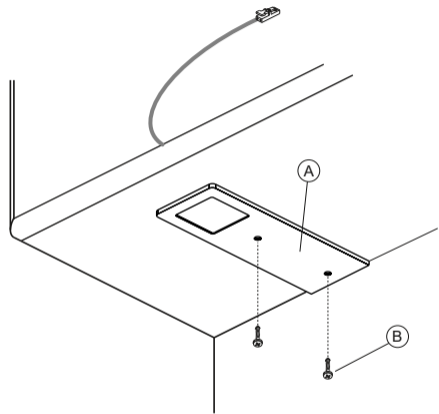

Fig 1
- Fix the screws (B) supplied in the holes of the unit (A) as indicated in Fig. 1,2.
- Connect the spotlights to the adaptor and using the extensions provided in the pack (D) following the wiring diagram 4.
- Connect the feeder plug (E) to an AC outlet 230V 50/60Hz.
- Fixieren Sie die mitgelieferten Schrauben (B) in den Bohrungen der Leuchten (A), wie in Abbildung 1,2 angegeben.
- Verbindung der Strahler mit einem Verlängerungskabel siehe (D) mit den Steckerteilen (siehe Anschlussplan) 4.
- den Stecker (E) des Konverters an einer Wechselstrom-Steckdose anschließen 230V 50/60Hz.
- Visser les vis (B) fournies dans les orifices de l'appareil (A), comme indiqué sur la figure 1,2.
- Effectuer le branchement électrique des spots à l'alimentateur au besoin en utilisant les rallonges fournies en dotation (D) en respectant le schéma de connexion 4.
- Raccorder la fiche (E) du câble d'alimentation du transformateur à une prise de courant alternatif 230V 50/60Hz.